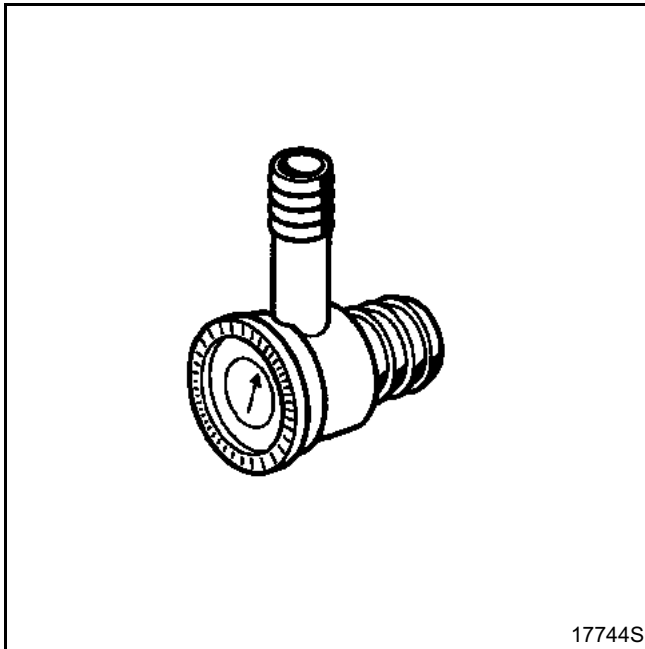

Abb. 2
3) Kontrolle des Rückschlagventils des Bremskraftverstärkers (Abb. 2 und 3)
- Die Oberseite des Ventils ist mit einem Außenrand mit Rillen versehen (**Abb. 2**),